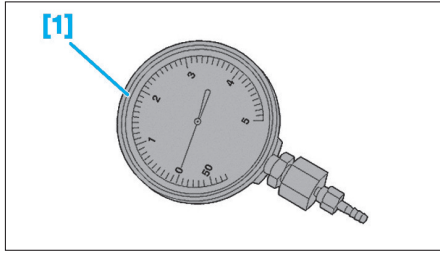

FIG. 29
- [1]. Manomètre gradué de 0 à 4 bars (réf : 1503-AZ) (Fig.29).